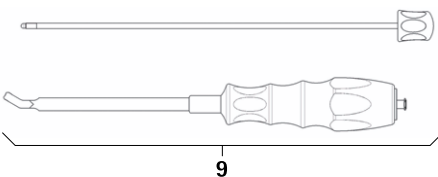

Fig. 5
- Démontez l'instrument de pose de tige 9, voir Fig. 5: Dévissez entièrement la pièce intérieure.